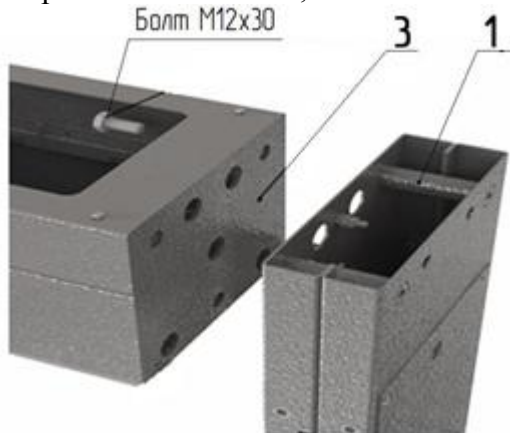
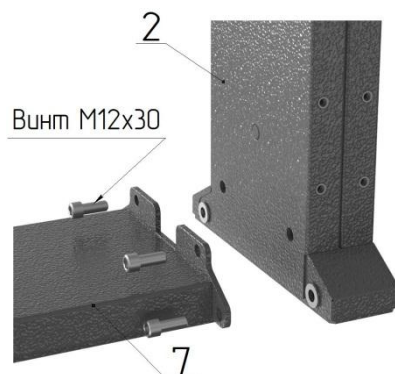

Рис. 1
Рис. 2
6.2.1. Сборка турникета (рис. 1, 2, 3);
- положите на пол на боковую плоскость раму привода **3** (рис. 1), (предварительно постелив лист картона), рядом аналогично положите стойку крыла прохода **1** и **2**; состыкуйте указанные элементы друг с другом присоединительными элементами и закрутите по три болта M12 с каждой стороны; поставьте собранный портал вертикально на месте установки турникета; закрепите к стойке крыла прохода **2** напольную плиту **7** (рис.2) четырьмя винтами M12;